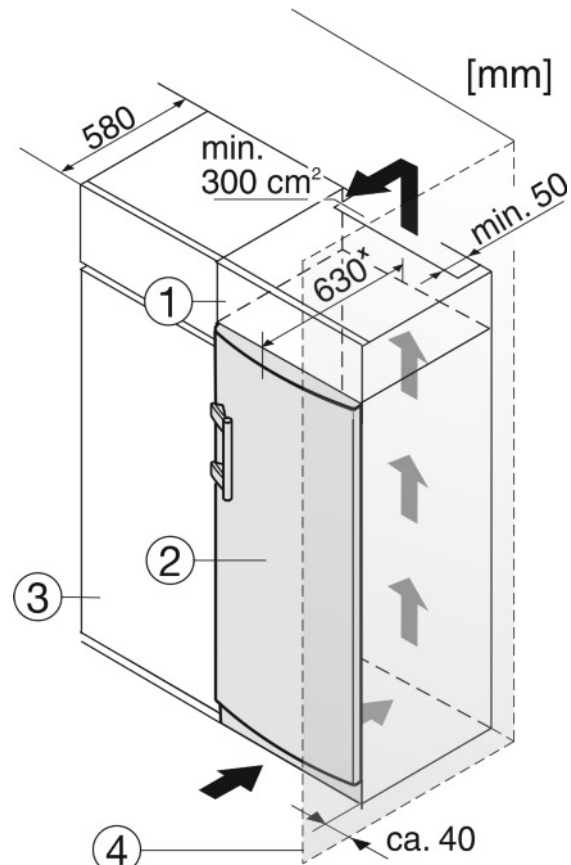

Fig. 10
- (1) Élément haut
- (2) Appareil
- (3) Placard de cuisine
- (4) Mur
L'appareil peut être réagencé avec des buffets de cuisine. Pour adapter l'appareil Fig. 10 (2) à la hauteur du coin cuisine, une rehausse Fig. 10 (1) peut être posée sur l'appareil.
Lors de la transformation avec des placards de cuisine (profondeur max. 580 mm), l'appareil peut être placé directement à côté du placard de cuisine Fig. 10 (3). L'appareil dépasse latéralement de 34 mm* et de 50 mm* au centre de l'appareil par rapport à la face avant du placard de cuisine.
Si l'appareil est installé avec les charnières à côté d'un mur *Fig. 10 (4)*, la distance entre l'appareil et le mur doit être de 40 mm min. Ceci correspond à la saillie de la poignée lorsque la porte est ouverte.